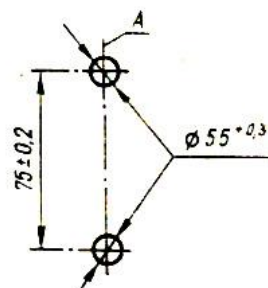

Рис. 4. Отверстия на плите для установки реле:
4.4. Крепление реле производится двумя винтами М5. Отверстия на плите для установки реле выполняются по рис. 4.